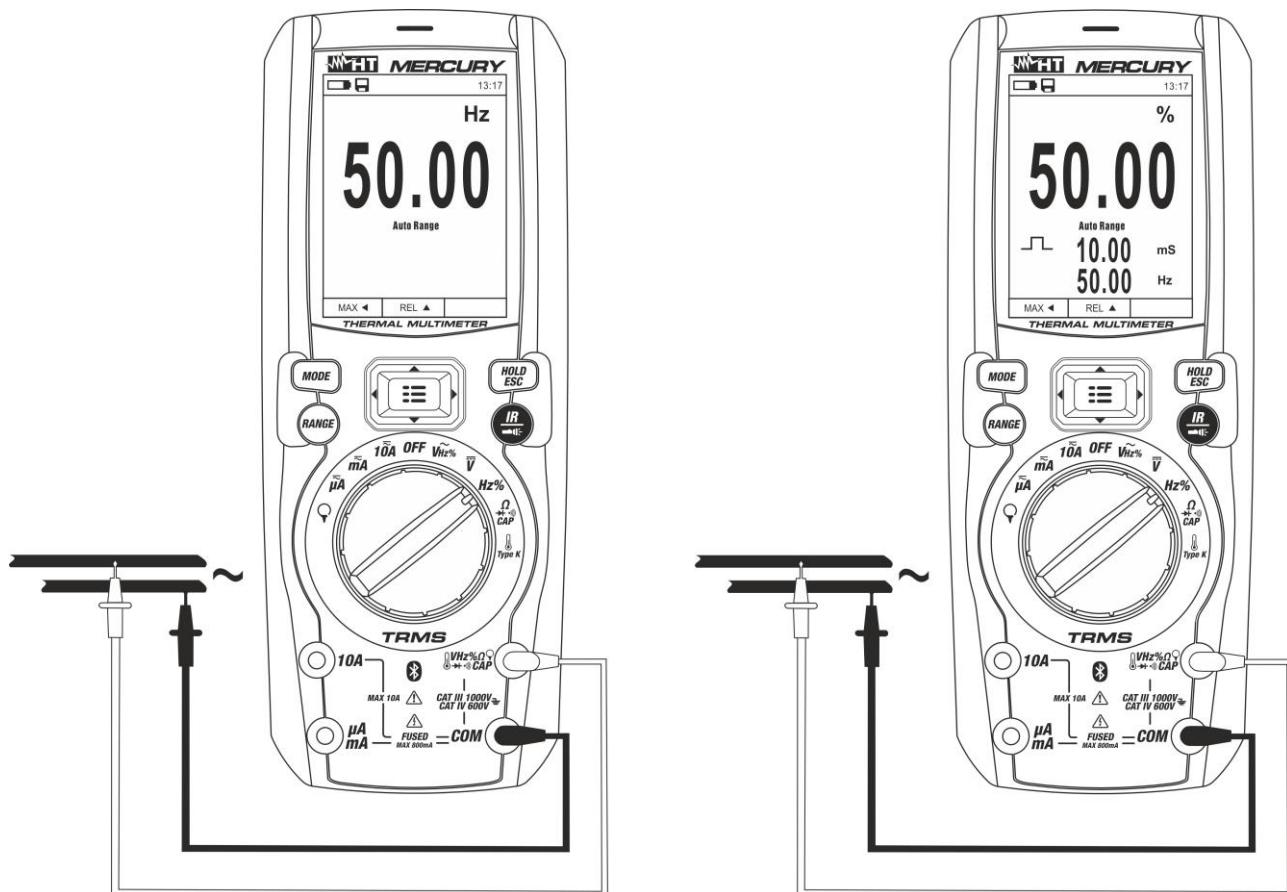

Fig. 23: Uso para a medição de Frequências e Ciclo de Trabalho (Duty Cycle)
4. Colocar a ponteira vermelha e a ponteira preta respetivamente nos pontos do circuito em exame (ver Fig. 23). O valor da frequência (Hz) ou do Ciclo de Trabalho (Duty Cycle) (%) é apresentado no display. A barra gráfica não está ativa nestas funções.